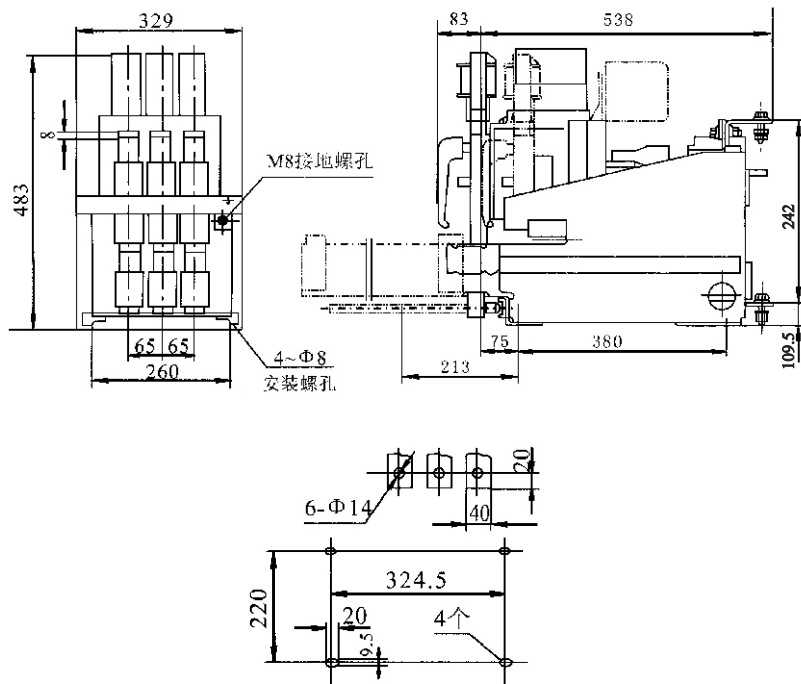

图22 DW15C、DWX15C抽屉式断路器安装尺寸及外形尺寸
6.3 DW15C抽屉式断路器、DWX15C抽屉式限流断路器 安装尺寸及外形尺寸见图22。